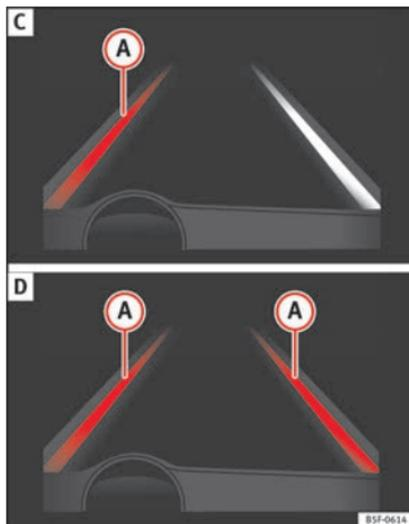

Abb. 213 Im Display des Kombiinstrumenten: Anzeige im Display des Spurhalteassistenten (Beispiel 2).
- System arbeitet; die hervorgehobene Linie (A) zeigt an, dass die Gefahr einer unabsichtlichen Überschreitung der Begrenzungslinie bestand. Das System korrigiert über die Lenkung die Fahrtrichtung » Abb. 213 C.
- Die beiden hervorgehobenen Linien (A) leuchten gleichzeitig auf, wenn beide Begrenzungslinien erkannt sind und die Funktion für zentrale Spurführung » Abb. 213 D eingeschaltet ist.